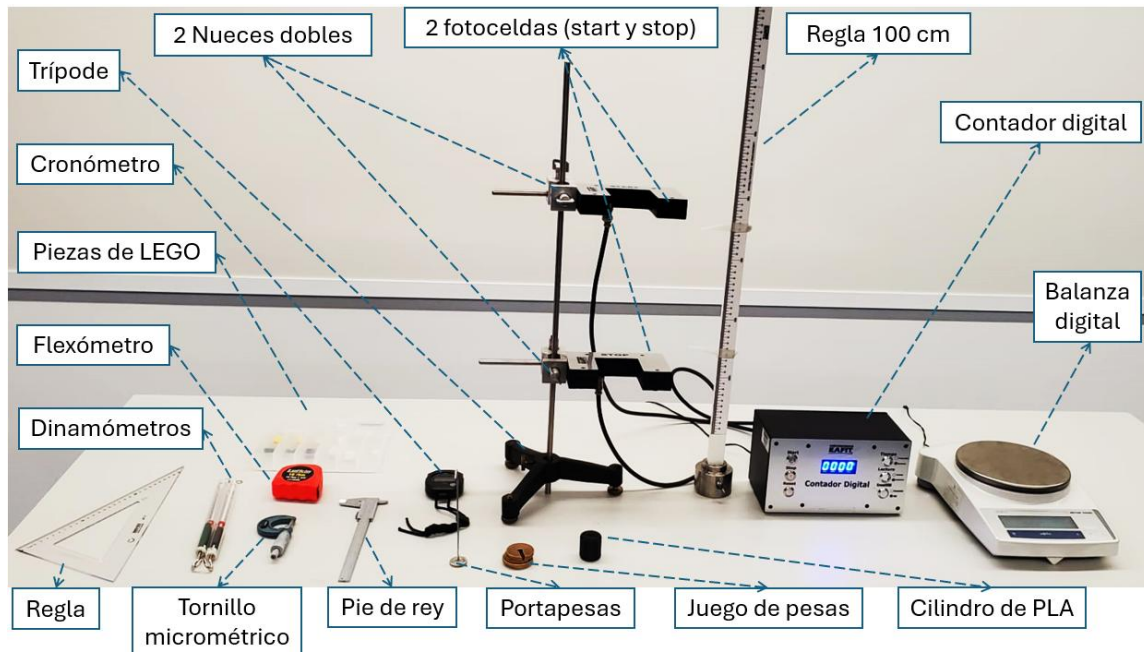

Figura 6. Montaje de laboratorio con sus partes.
Pregunta 3.6. Con el montaje utilizado desde la clase práctica anterior (Figura 6), medir el tiempo de caída del cilindro de PLA para al menos cinco (5) separaciones distintas de las fotoceldas, empezando en 50,0 cm y llegando a 10,0 cm.